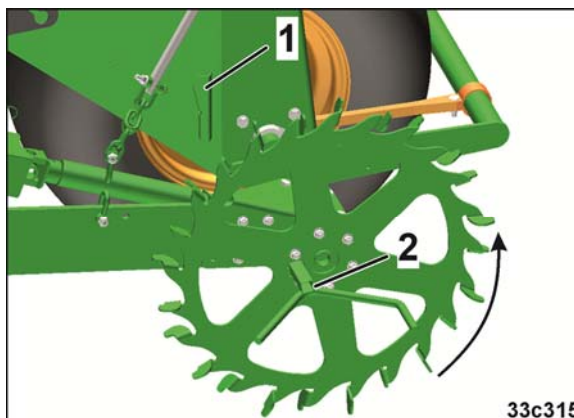

Fig. 73
- o En cas d'entraînement mécanique de la roue d'entraînement, tournez la manivelle (Fig. 73/2) vers la gauche comme pour le contrôle de débit.